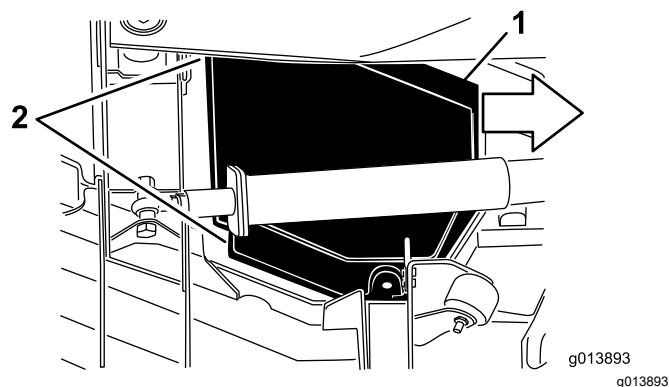

Figura 78
5. Mientras levanta la cubierta, deslícela unos 2.5 cm (1") hacia la unidad de tracción para separar el borde exterior de la cubierta de la carcasa (Figura 78).